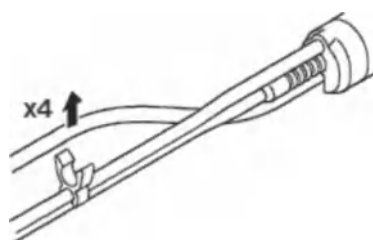

Рисунок 112 — Разъединение кабеля рукоятки и трубок
2. Отсоедините кабель рукоятки от четырех зажимов кабеля рукоятки (рисунок 112).